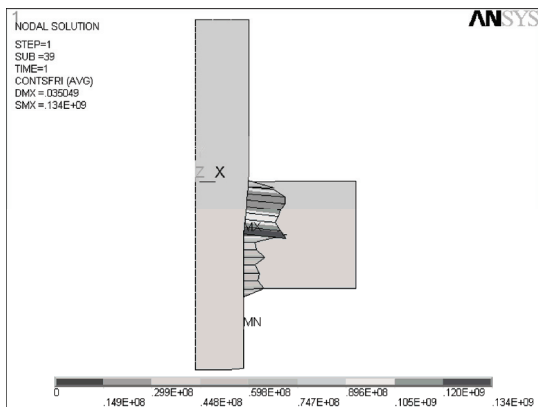

图 5-233 摩擦应力等值线图
7) 选择 Main Menu | General Postproc | Plot Results | Contour Plot | Nodal Solu 命令, 出现 Contour Nodal Solution Data 对话框, 选择 Nodal Solution | Contact | Contact friction stress, 单击 OK 按钮, ANSYS 显示窗口显示接触面上的摩擦应力等值线图, 如图 5-233 所示。